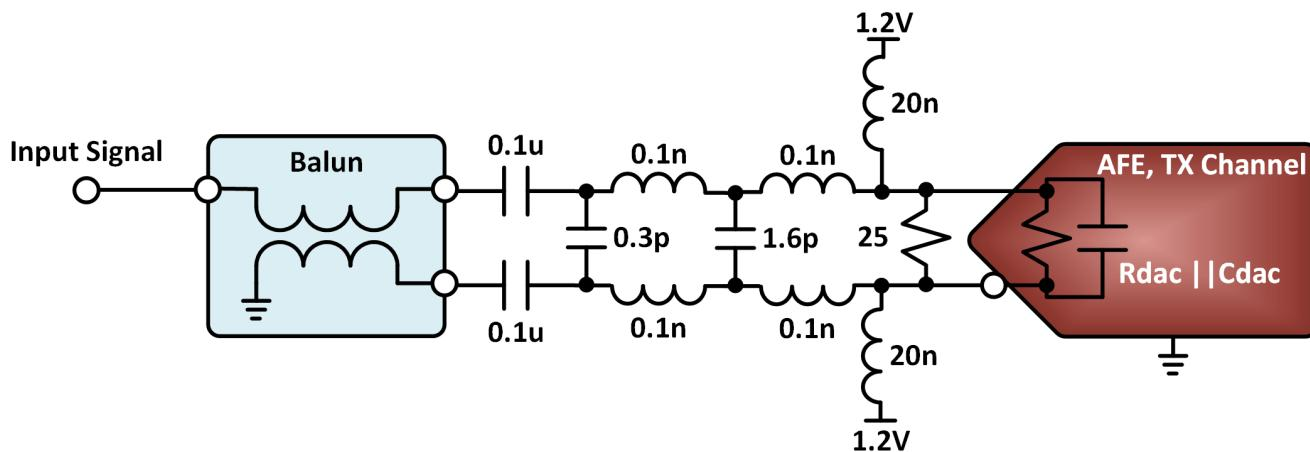
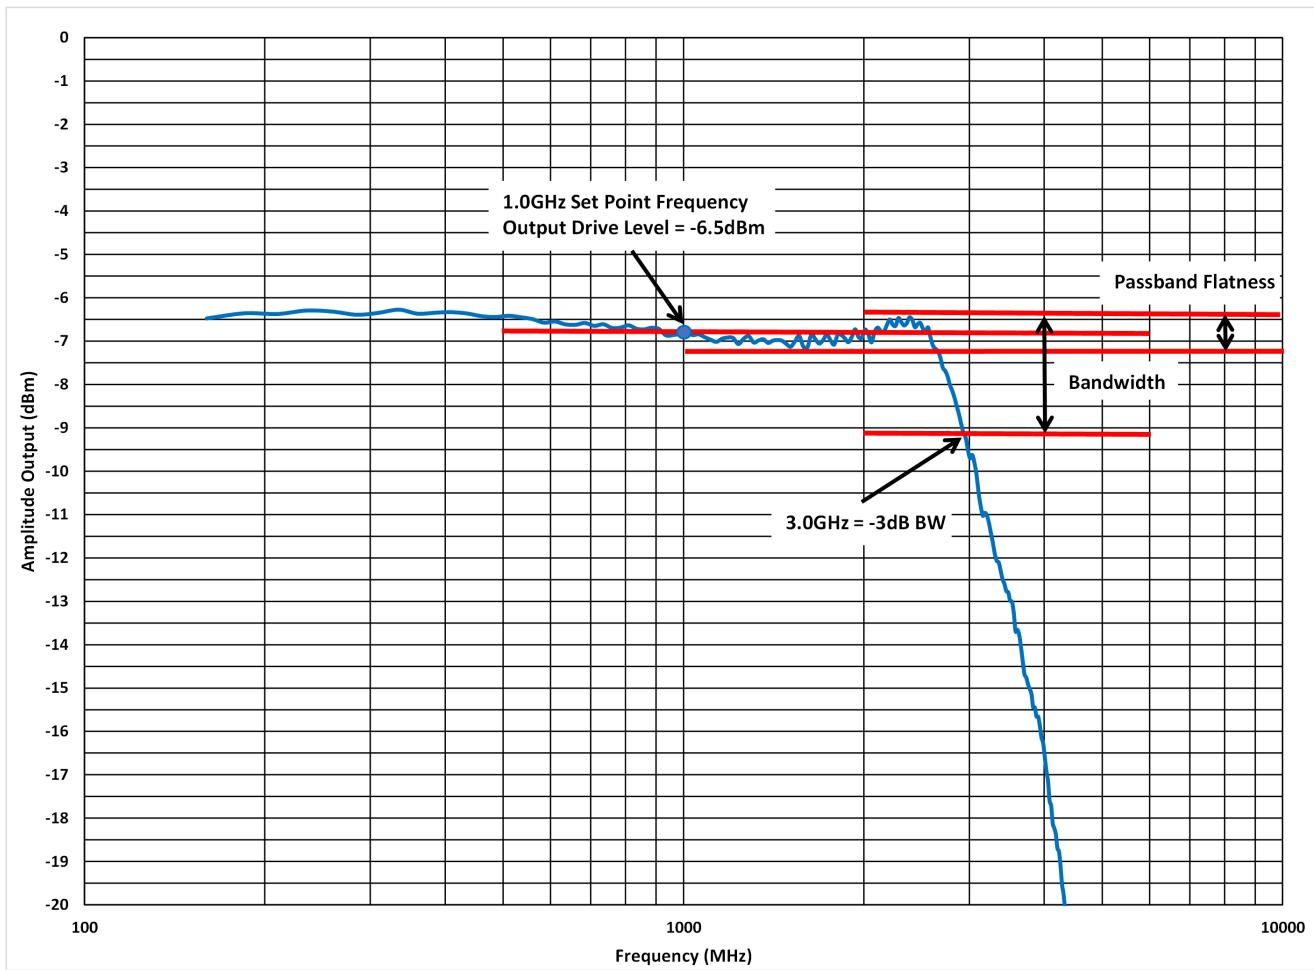

图 3-1. 连接到 DAC 的输出网络示例
图 3-2. AFE DAC 输出通带平坦度响应：启用 DUC
此处讨论的步骤适用于使用实数采样的 DAC，这意味着一种不使用数字上变频器 (DUC) 将所选信号从基带上频转换为所选频率的 DAC。如果器件在发送器链中使用复杂混频器，例如 Texas Instruments (TI) 的 AFE，则必须在进行通带平坦度扫描的过程中添加一个步骤。此步骤是调整数控振荡器 (NCO) 频率，使 DAC 的输出频率处于合适的频率，以在相关频带内扫描输出。按照本系列上一部分中的说明，处理 DAC DUC 的 NCO，以便在使用 NCO 时捕获 ADC 的带宽。作为示例，请参见图 3-1 和图 3-2，其中说明了发射器通道的输出网络示例以及从具有 3GHz 带宽匹配网络的 AFE TX 通道获取的数据。